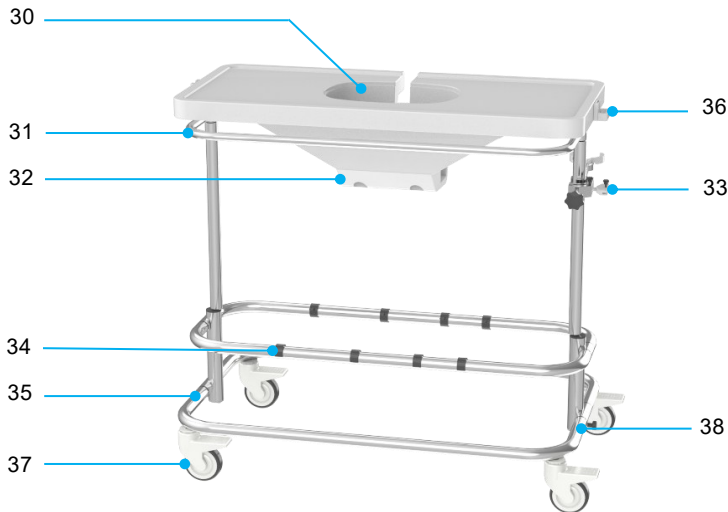

Abbildung 8 Rollwagen
Die Thermoeinheit und die Pumpeneinheit sind auf einem Wagen montiert (siehe Abbildung 8). CDer Wagen ist mit Lenkrollen mit Bremsen und einer Griffstange zum Schieben ausgestattet, um den Transport innerhalb des Krankenhauses zu ermöglichen.
- Bringen Sie den Rollwagen in die richtige Position und arretieren Sie die Bremsen an den Lenkrollen (Abbildung 8, Ziffer 35).
- Setzen Sie den Behälter für die Niere in die Vertiefung des Kidney Assist-Tisches (Abbildung 8, Ziffer 30).
- Bringen Sie den Drucksensor an den Halterungen an der Seite der Tischplatte an (Abbildung 8, Ziffer 36).
- Bringen Sie den Oxygenator an der Halterung am Rollwagen an (Abbildung 8, Ziffer 37), indem Sie ihn in die Klemme drücken (Abbildung 10).